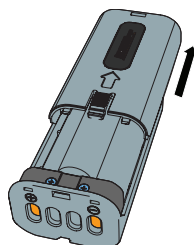

Figure 13
- Faire glisser les couvercles des boîtiers de piles et insérer trois piles alcalines AA dans chaque boîtier selon la polarité illustrée à l'intérieur. (Figure 13)